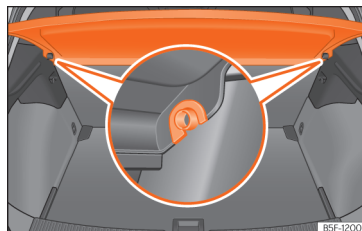

Fig. 181 Na bagageira: desmontar e montar a chapeleira.
- Desencaixe a chapeleira dos suportes laterais »» **Fig. 181** puxando-a para cima e retire-a.
- Introduza a chapeleira horizontalmente fazendo coincidir a «fechadura» sobre o eixo dos suportes »» **Fig. 181**, e pressione para baixo até que encaixe.